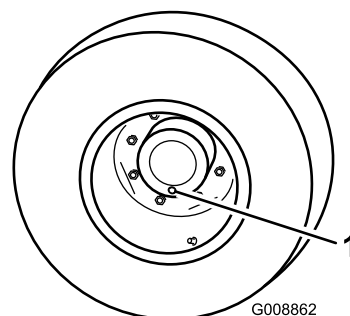

図 66
1. 平らな場所で、点検・ドレンプラグが一番低い位置時計の 6 時の位置に来るように停止させる 図 66。